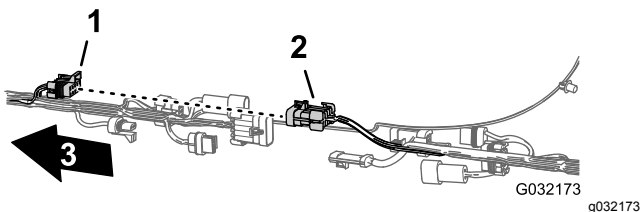
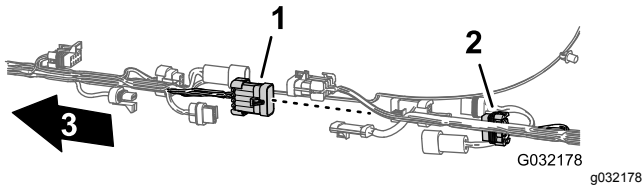

图 15
图 20
2. 如图 图 15 至 图 20 所示断开前、后线束之间的 6 对接头。